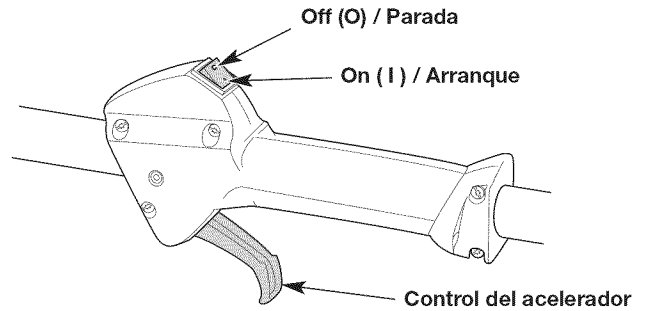
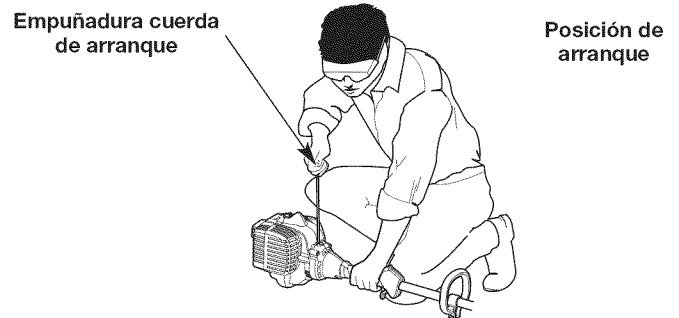

Fig. 6
Fig. 9
ADVERTENCIA: Se debe evitar arrancar accidentalmente la unidad. A fin de evitar que se produzcan lesiones graves, el operador y la unidad deben estar en una posición estable cuando se jala la cuerda de arranque (Fig. 9).
- NOTA:** No es necesario encender la unidad. El interruptor de encendido/apagado está en la posición ON (I) (encendido) en todo momento (Fig. 6).
5. Agacharse en la posición de arranque (Fig. 9).
6. **NO** apriete el control del acelerador (Fig. 6). Tire de la cuerda de arranque con un movimiento controlado y firme hasta que arranque la unidad (Fig. 9).
2. Oprima y mantenga apretado el interruptor de encendido/apagado en la posición OFF (O) (apagado) hasta que el motor se pare por completo (Fig. 6).